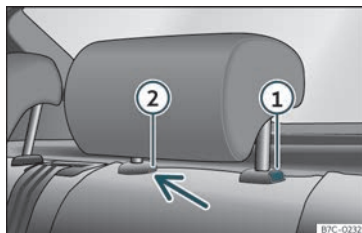

Fig. 105 Encosto de cabeça traseiro: desmontagem.
- Pressione o botão » » Fig. 105 ① , pressionando ao mesmo tempo através do orifício da trava de segurança ② com uma chave de fendas plana com um máximo de 5 mm de largura e retire o encosto de cabeça.